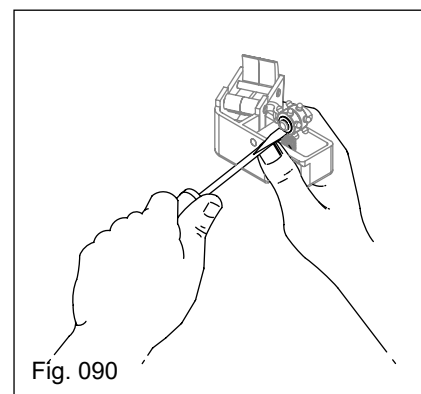

Fig. 090
- retire o anel de retenção da roldana (Fig. 090) e em seguida retire a(s) roldana(s) existente(s);